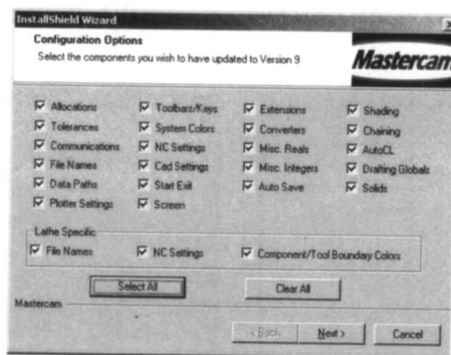

图 1-25
(17) 显示 Configuration Options (设置选项) 对话框, 如图 1-25 所示, 单击 “Next” (下一步) 按钮。